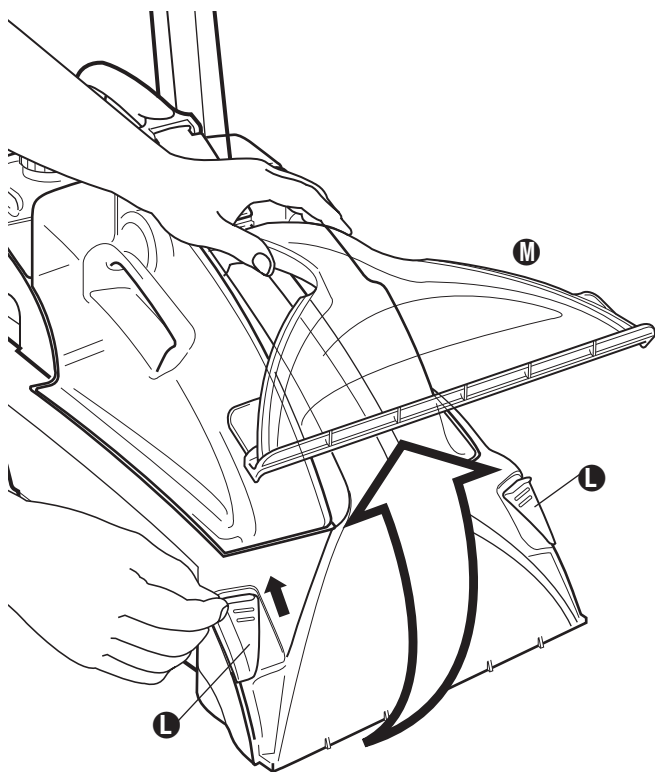

FIG. 10
Step 1: Slide the suction cover release tabs **L** up on each side of the suction cover **M** (Fig. 10).
Étape 1 : Glissez les attaches des deux côtés **L** du couvercle de la succion vers le haut **M** (Fig. 10).